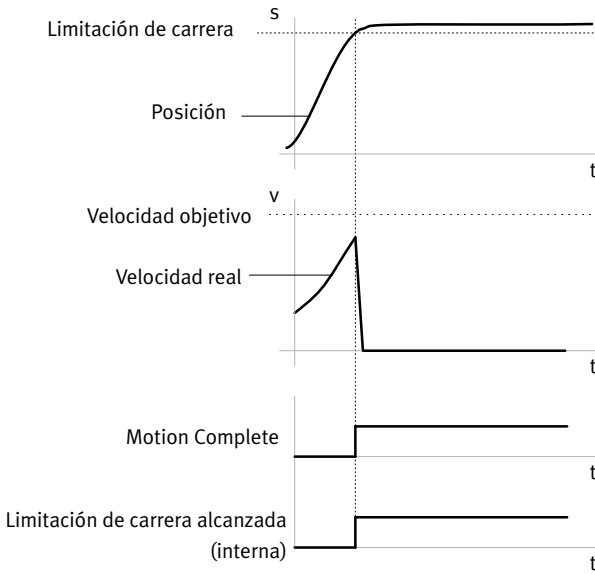
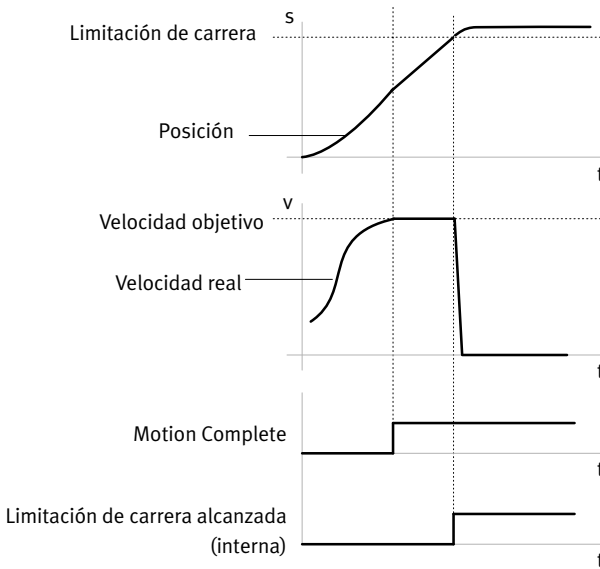

Fig. 2.6 Limitación de carrera alcanzada antes de alcanzar la velocidad objetivo – Ejemplo
Fig. 2.7 Limitación de carrera alcanzada después de alcanzar la velocidad objetivo – Ejemplo
– La limitación de carrera se ha alcanzado primero	Se activa la señal “Limitación de carrera alcanzada”. El accionamiento es frenado con la deceleración Quick Stop parametrizada. Aunque aún no se ha alcanzado la velocidad objetivo se activa la señal Motion Complete (→ Fig. 2.6 y Fig. 2.7) Funcionamiento controlado: El accionamiento se detiene en la posición de destino y se mantiene en la posición con la corriente de mantenimiento ajustada. Funcionamiento regulado: El accionamiento se detiene con posición regulada.